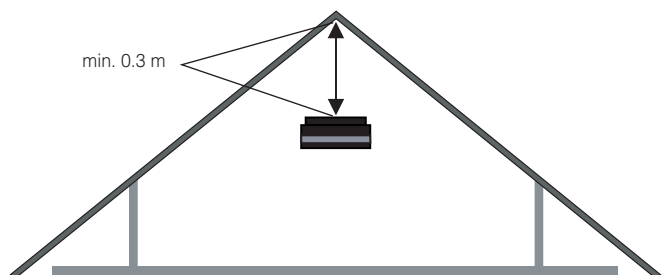

Fig. 7
- Directamente en un pico del tejado. Debe mantenerse una distancia de al menos 30 cm al pico del tejado. (Fig. 7)